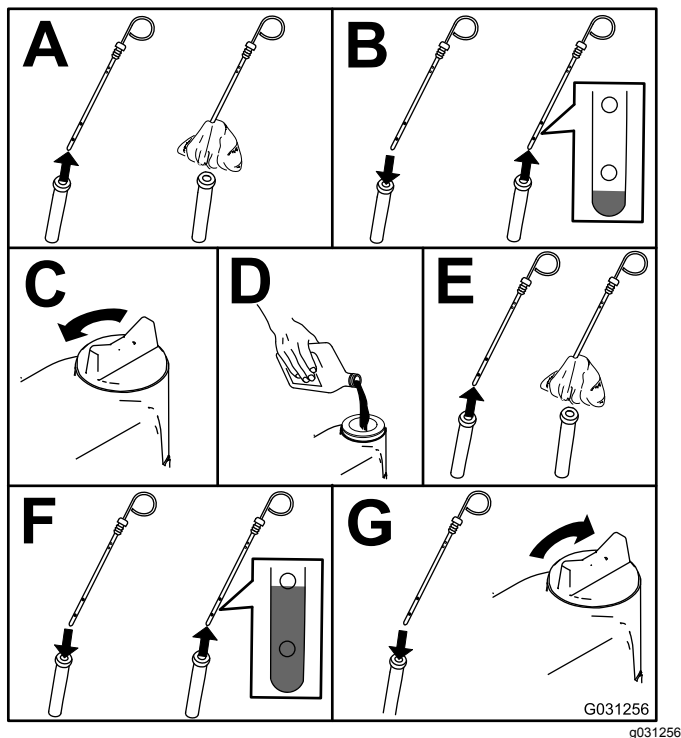

Figura 76
2. Compruebe el nivel de aceite del motor (Figura 76).